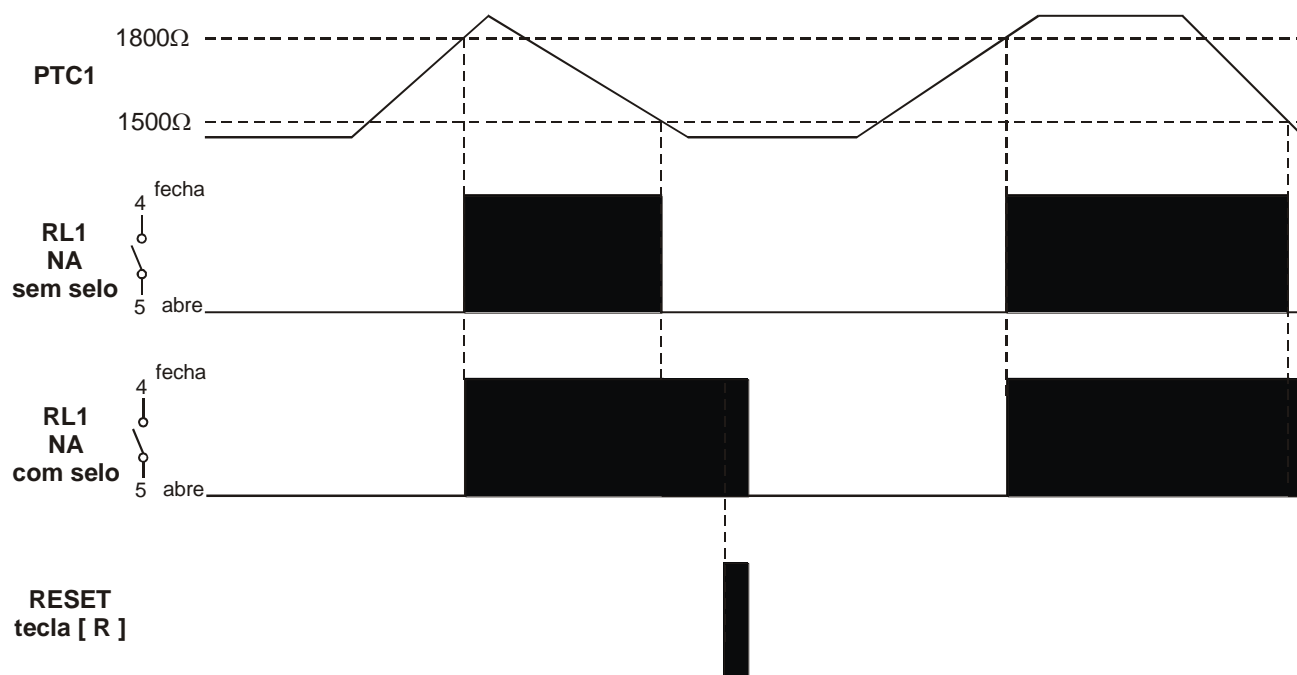

Figura 2: Operação da entrada PTC1.
Os gráficos da figura 2 exemplificam a operação para a entrada PTC1 com relé RL1 operando com NA normal (NA), sem função 86 e com função 86.